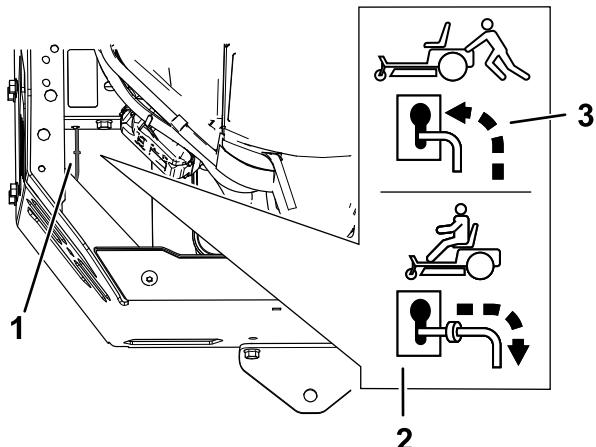

Рисунок 43
4. Вытяните рычаги перепускных клапанов вперед через профилированные отверстия и опустите вниз, чтобы зафиксировать их на месте (Рисунок 43).
Переместите рычаги перепускных клапанов назад через профилированные отверстия и опустите вниз, чтобы зафиксировать их на месте, как показано на Рисунок 43.